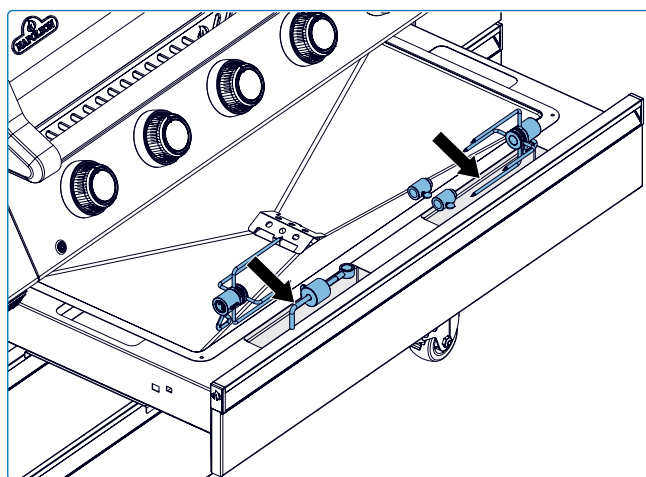
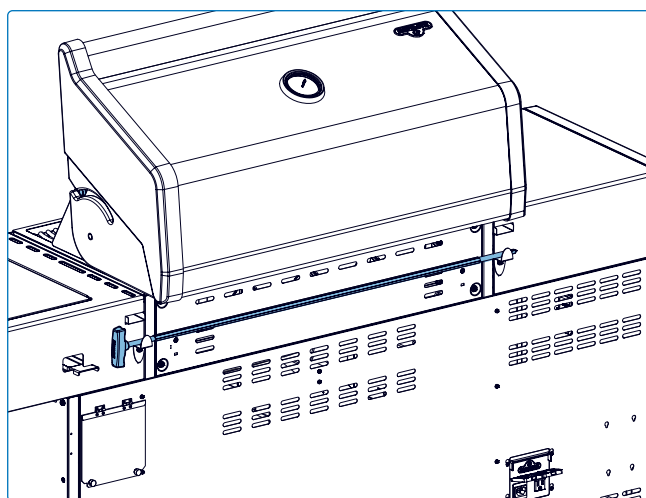

Fig.10
Fig.11
- Riporre i componenti dello spiedo negli appositi ganci e l'asta sul retro del barbecue quando non in uso, assicurandosi che siano puliti e asciutti (**Fig. 10 e Fig.11**).